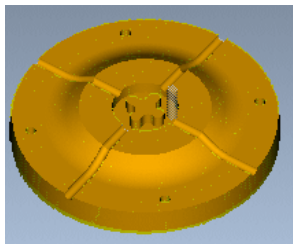

图 10.1.59 动态仿真
Step1. 在“轨迹”操控板中，单击按钮，系统弹出“VERICUT 7.1.5 by CGTech”窗口，单击按钮，仿真结果如图 10.1.59 所示。